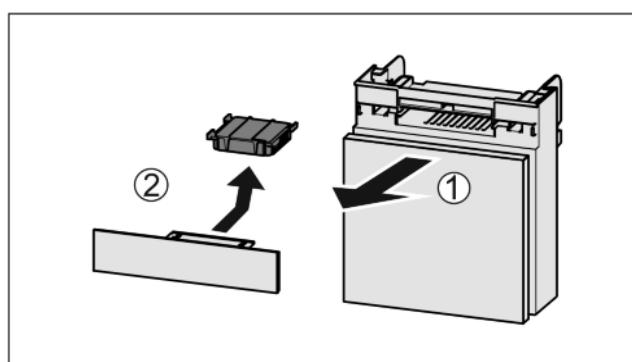

Fig. 44
- ▶ Издърпайте Fig. 44 (1) напред отделението.
- ▶ Извадете Fig. 44 (2) филтъра с активен въглен.